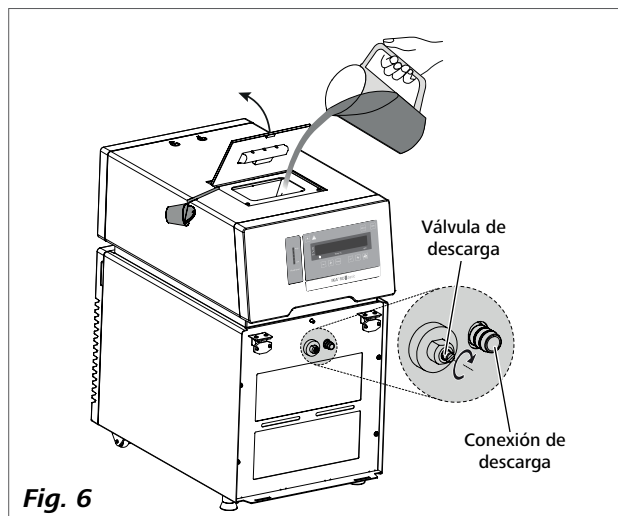

Fig. 6
- Asegúrese de que la válvula de descarga esté cerrada (Gire hacia la derecha hasta el tope; consulte la Fig. 6.).